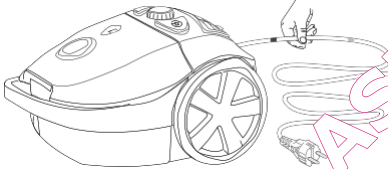

Figure 9 Enroulement de cordon
**!** Guidez le cordon pendant que vous l'enroulez. Sinon, le cordon peut s'embrouiller, ou bien la fiche peut heurter l'arrière de l'appareil. Retenez donc le cordon au niveau de la marque, sans serrer; laissez le mécanisme l'attirer à l'intérieur de l'enrouler de façon contrôlée; voir la figure 9.